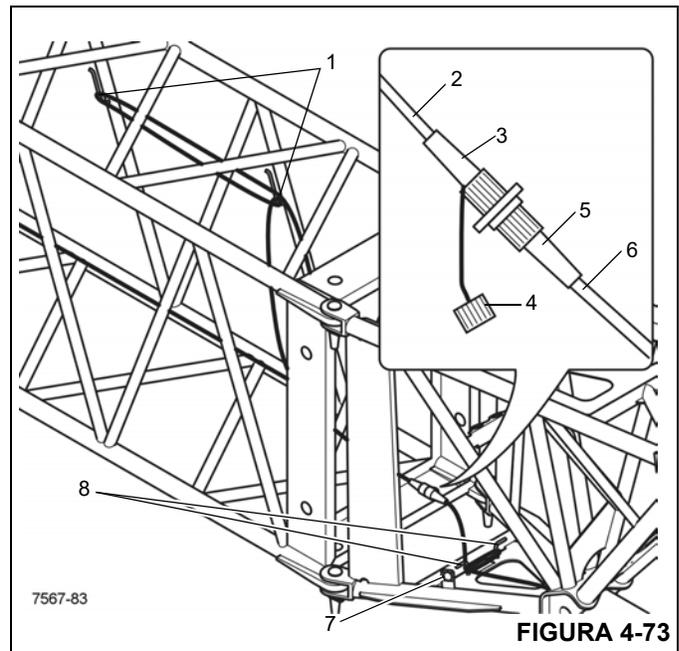

FIGURA 4-73
1. Desenrolle el cable (2) (Figura 4-73) del sujetador (1).
2. Retire la tapa (4) del receptáculo (3).
3. Desenrolle el cable (6) del sujetador (8).
4. Retire el enchufe de puente (5) del receptáculo falso (7) y conéctelo en el receptáculo (3).
5. Enrolle una porción suficiente de cable (8) en el sujetador (7) de modo que éste no se dañe durante el funcionamiento.
6. Enrolle una porción suficiente de cable (2) en el sujetador (1) de modo que éste no se dañe durante el funcionamiento.